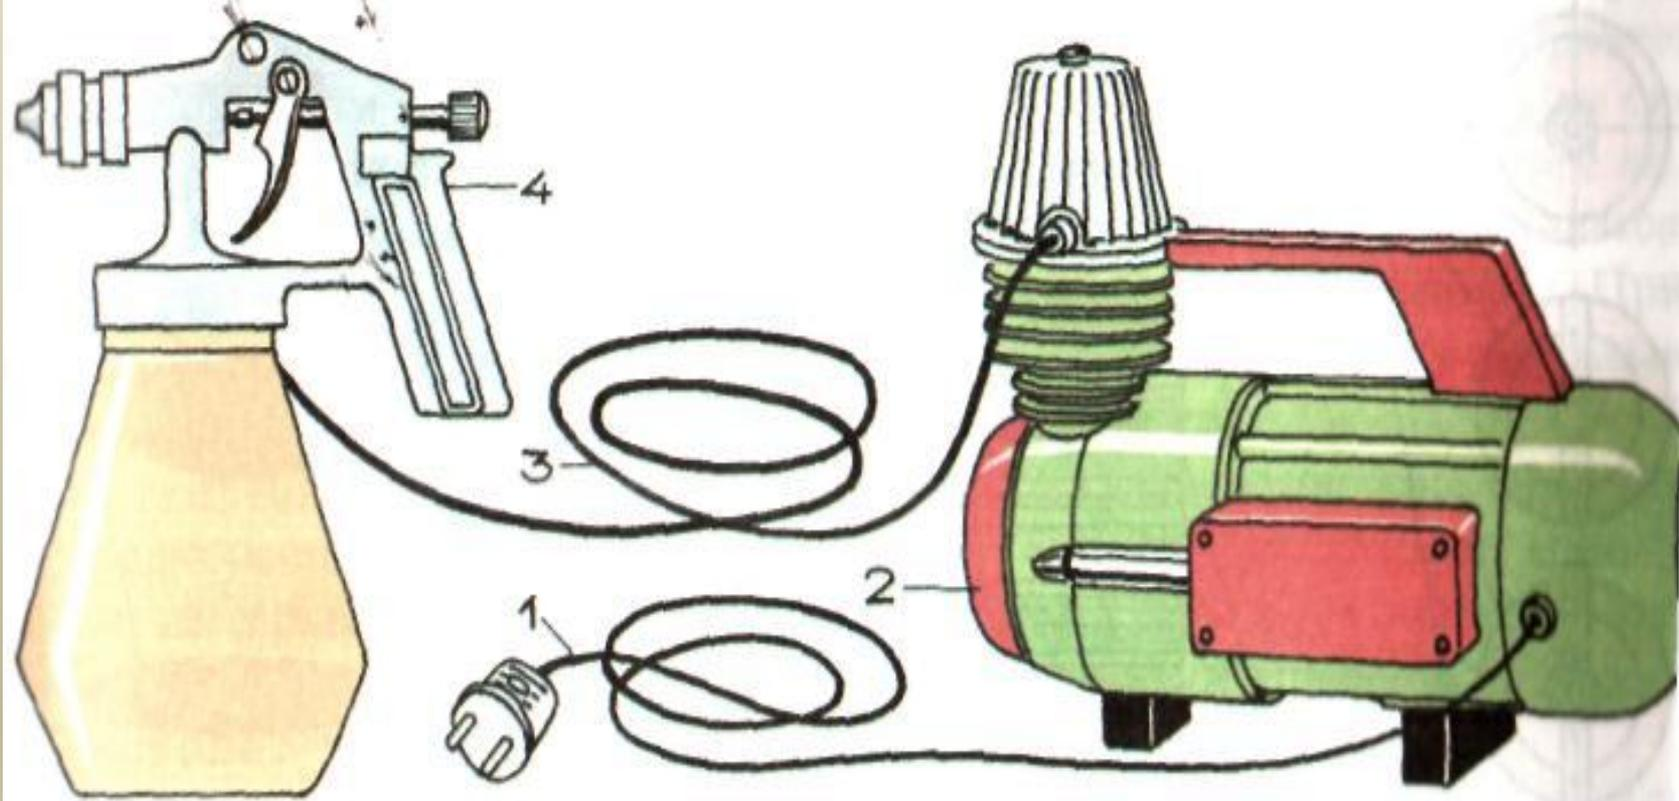

Рис. 179. Окрасочный агрегат СО-74А
- **Переносной окрасочный агрегат СО-74А** (рис. 179) используют для окраски труднодоступных мест и при небольших объемах работ.